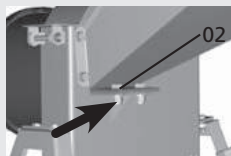
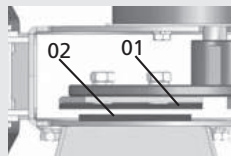

Fig. 09
Fig. 10
Solte as porcas sextavadas, conforme [Fig. 09], e desloque a contralâmina (2) até que as lâminas (1) passem à distância de aproximadamente 1,5 mm da contralâmina (2), [Fig. 10].